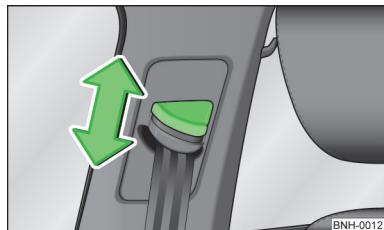

Fig. 163
- Presione el herraje de inversión y desplácelo en el sentido deseado, hacia arriba o hacia abajo » fig. 163.